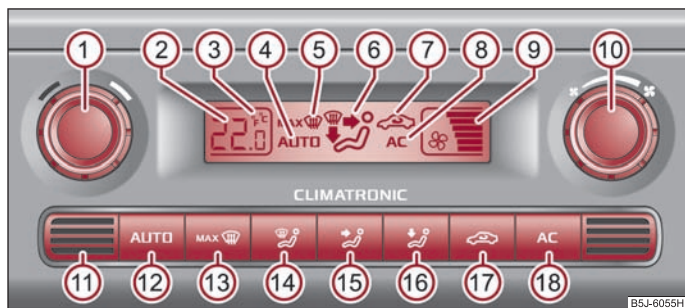

Abb. 89 Climatronic: Bedienelemente
- Drücken Sie die Taste  ⇒ Seite 84, Abb. 89.
Drücken und halten Sie gleichzeitig die Tasten  und  ⇒ Seite 84, Abb. 89. Im Display erscheinen die Angaben in der gewünschten Temperatur-Maßeinheit.
- Drücken Sie die Taste **MAX** ⇒ Abb. 89.
- Drehen Sie mit dem Drehregler  ⇒ Seite 84, Abb. 89 nach links (Gebläsedrehzahl verringern) bzw. rechts (Gebläsedrehzahl erhöhen).
- Drücken Sie die Taste     ⇒ Seite 84, Abb. 89, im Display wird  angezeigt.